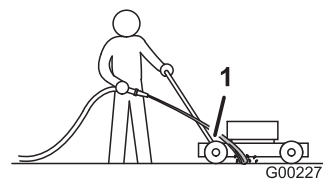

Figure 43
3. Tenez le tuyau d'arrosage à hauteur du guidon et dirigez le jet d'eau vers le sol, juste devant la roue arrière droite (Figure 43).